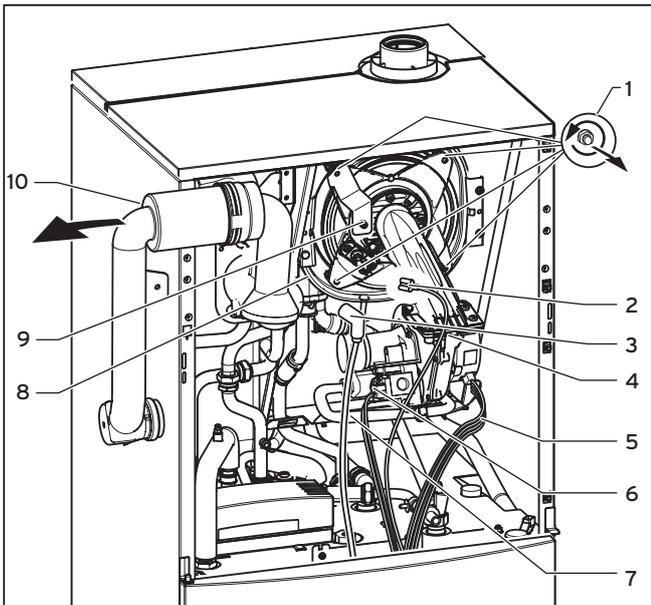

Abb. 8.2 Brennermodul ausbauen
- Trennen Sie die Gasleitung (7).
- Entfernen Sie die vier Muttern (1), siehe Abbildung 8.2.
- Ziehen Sie das Brennermodul (4) vom Integral-Kondensations-Wärmetauscher (8) ab, siehe Abbildung 8.2.